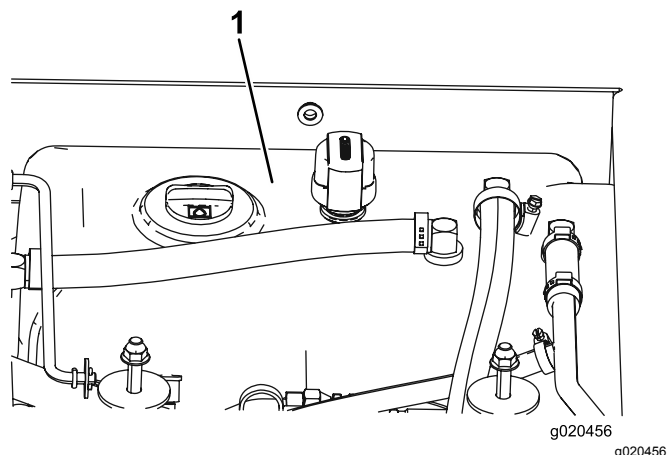

Bild 116
4. Füllen Sie den Hydraulikbehälter (Bild 116) mit Hydrauliköl, siehe Wechseln des Hydrauliköls (Seite 79).